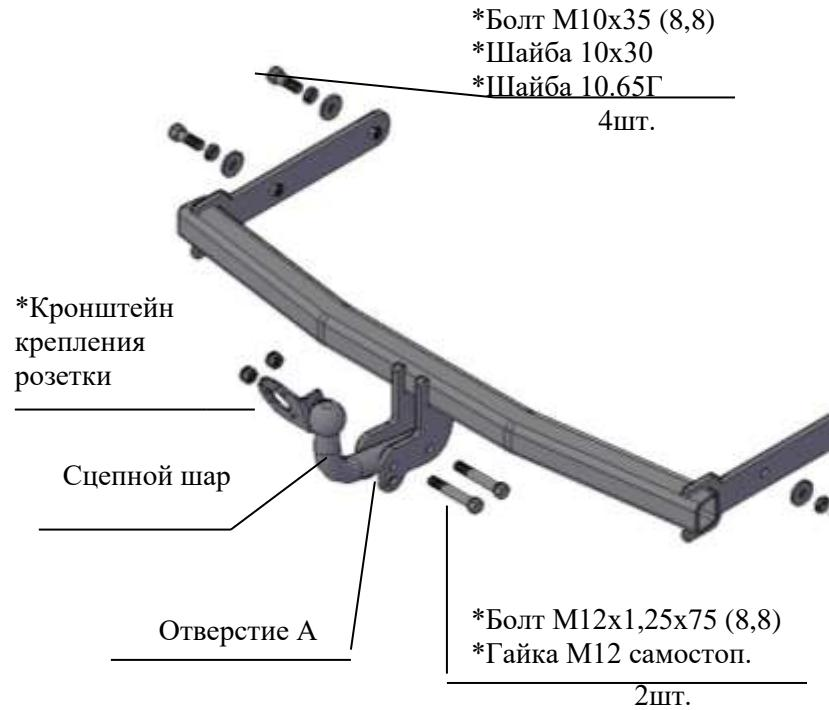

Рис.1 Тягово-сцепное устройство ТСУ 9731
2.1 ТСУ 9731 в сборе (рис.1)	1 шт.
2.2 Пакет с комплектующими (см. рис.1)	1 шт.